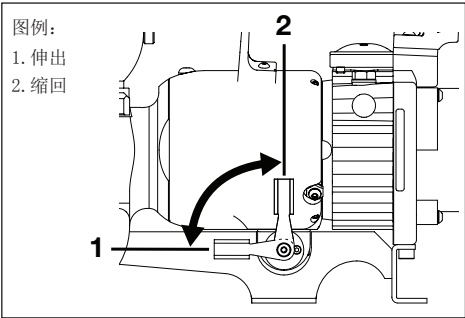

图 5，方向调节杆位置
方向调节杆位于工具的左侧。该杆的位置将决定切断机工作时柱塞的行程方向。参见图 5。
4. 确保方向调节处于伸出位置（位置 1）。参见图 5。
11. 将方向调节杆移动至缩回位置（位置 2）。参见图 5。